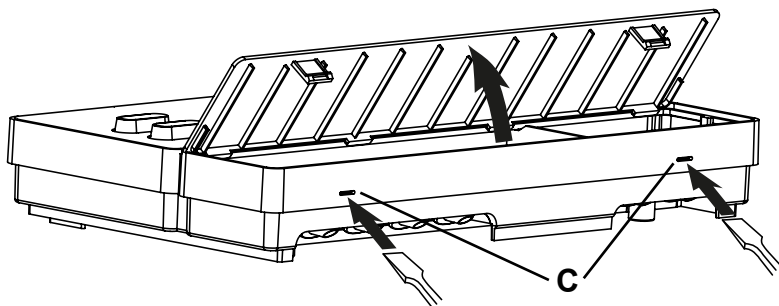

Рис.2 Снятие крышки корпуса
2. Слегка надавите отверткой на защелку **С** и снимите крышку корпуса (см. **Рис.2**).